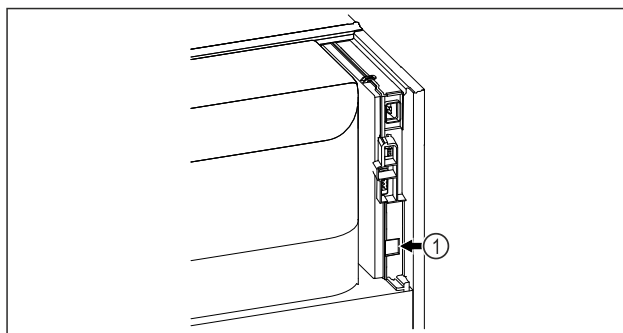

Fig. 82
- ☐ SmartModule Fig. 82 (1) ist eingesetzt.